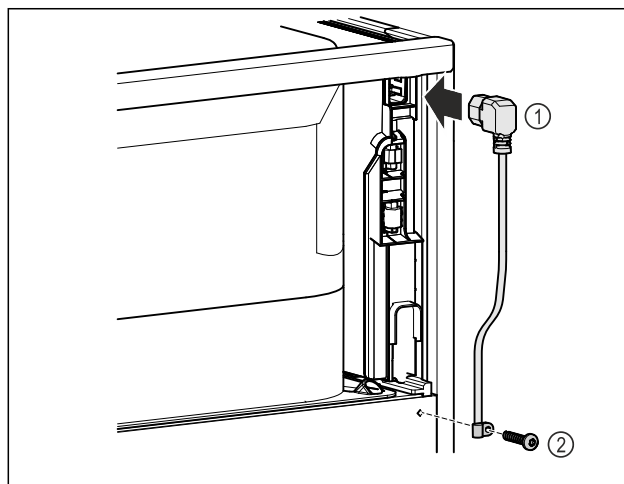

Fig. 11
- Zapojte zásuvku chladičového zařízení přívodního síťového kabelu Fig. 11 (1) na zadní straně přístroje.
- Namontujte odlehčení tahu. Fig. 11 (2)